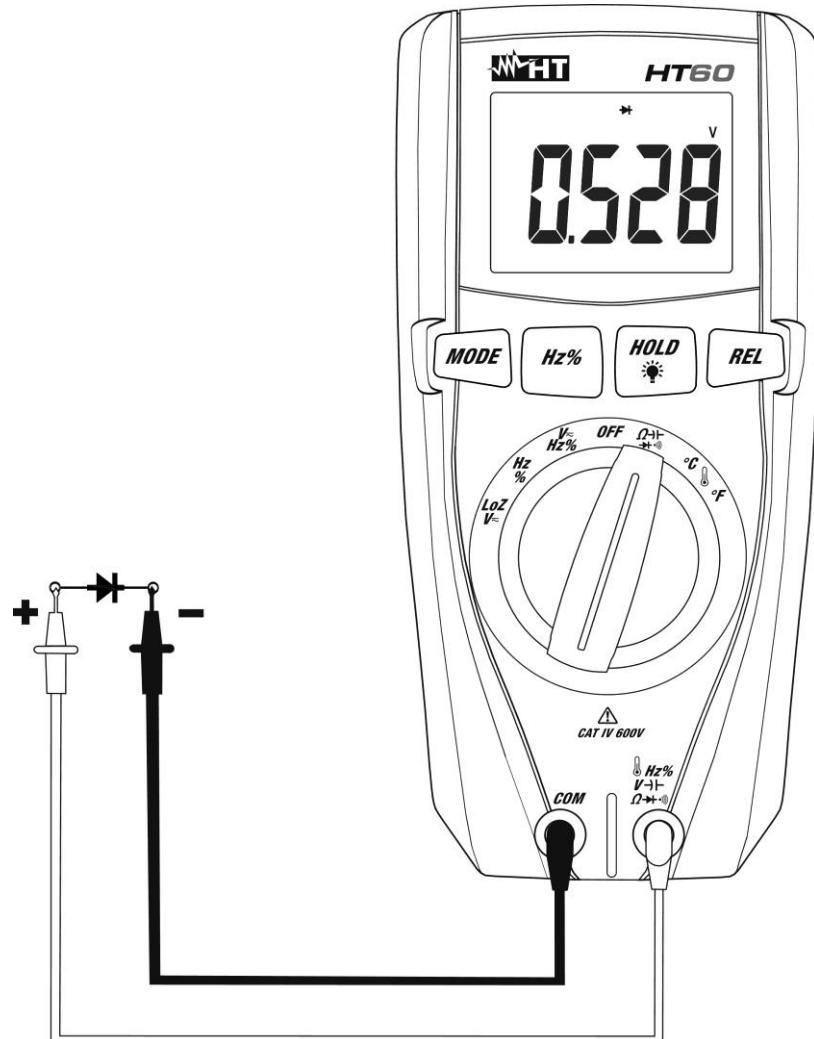

Abb. 6: Verwendung des Gerätes für Diodenprüfung
4. Verbinden Sie die Messleitungen mit den jeweiligen Enden der zu messenden Diode und achten Sie dabei auf die angegebene Polarität (siehe Abb. 6). Der Spannungsgrenzwert wird im Display angezeigt.